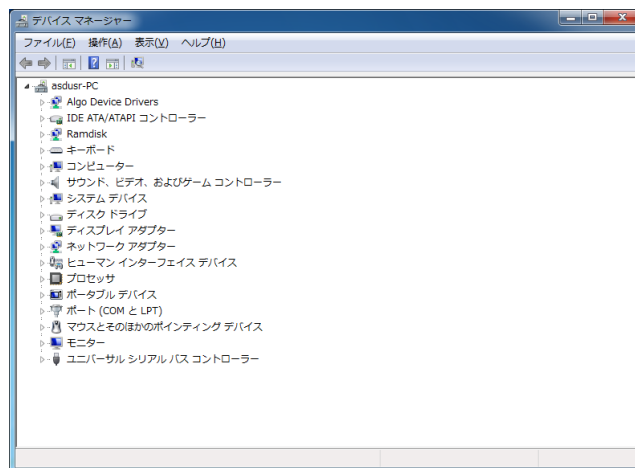

図 3-3-5-1. デバイス マネージャー
- ① スタートメニューから [コントロール パネル] を選択します。
- ② [コントロール パネル] が開きます。[システム] を実行します。
- ③ ダイアログが開きます。[デバイス マネージャー] を選択します。
- ④ [デバイス マネージャー] が開きます。(図 3-3-5-1)